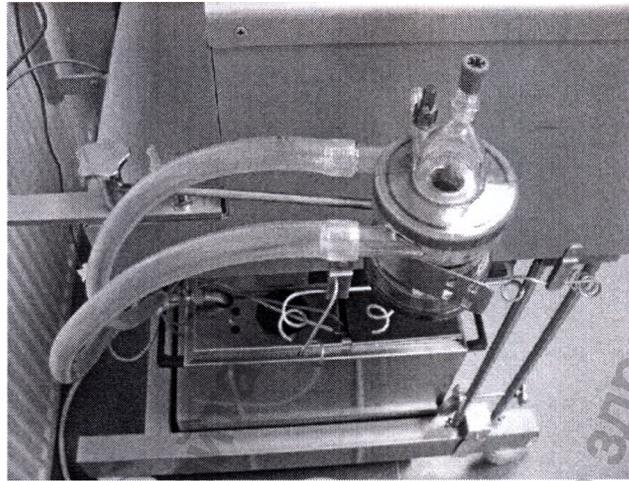

Рис.7.10.
5. Подключите трубки термостата к теплообменнику одноразового комплекта (рис. 7.10.).